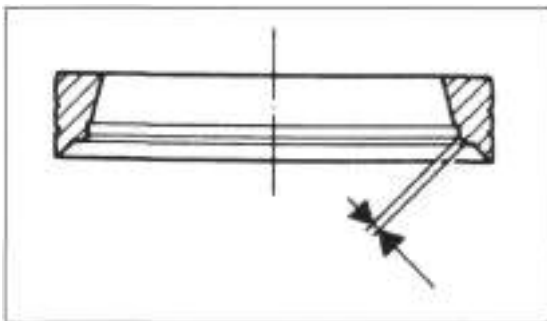

Bild 150
- Ventilsitzbreite messen (Bild 150):